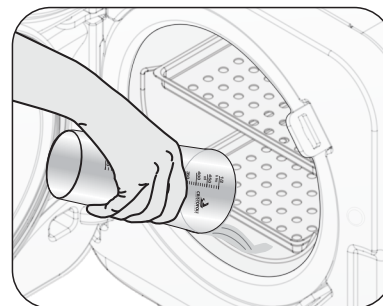

Fig. 6
- c▶ Use o copo dosador (Fig 6) para colocar a quantidade correta de **água destilada** diretamente na câmara (vaso de pressão) **antes** de cada ciclo de acordo com a tabela abaixo: